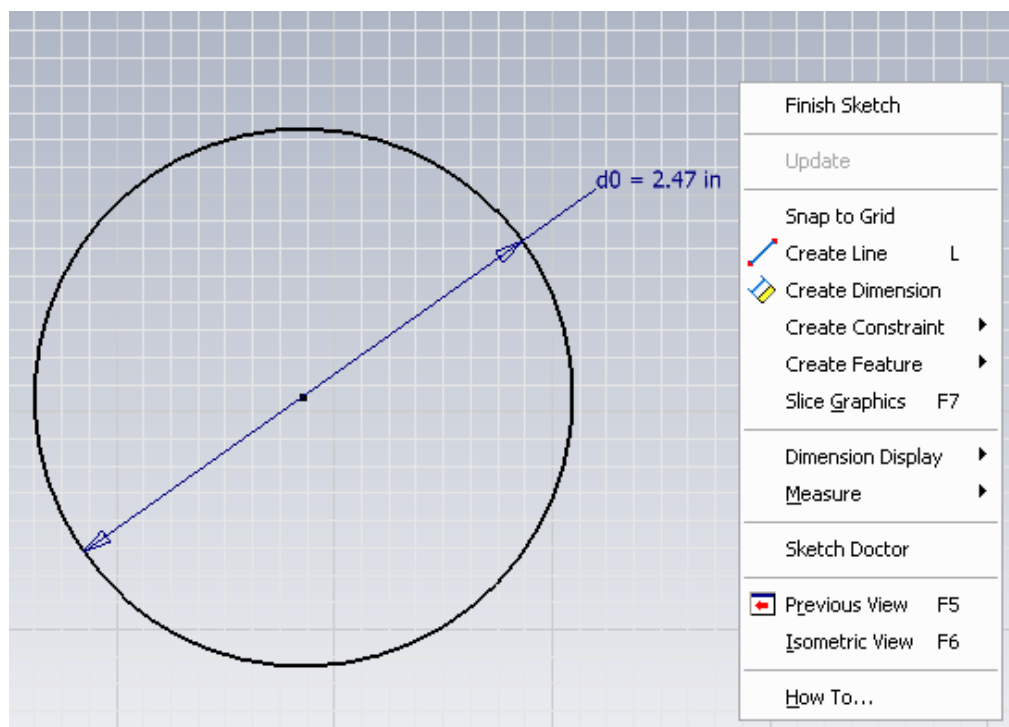

Figura 4.5 Finalización del boceto 2D por medio de ventana auxiliar.
4.-A continuación finalice su boceto 2D por medio de la ventana grafica auxiliar de su ratón y seleccione DONE y FINISH SKETCH, figura 4.5.